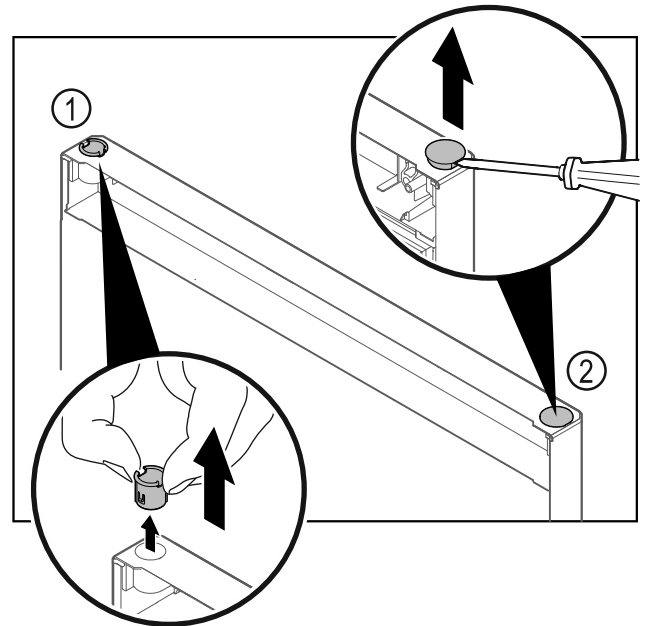

Fig. 42 Porte de la partie congélateur
- ▶ Retirer la bague Fig. 42 (1) avec les doigts.
- ▶ Soulever délicatement le bouchon Fig. 42 (2) avec un tournevis plat et le retirer.